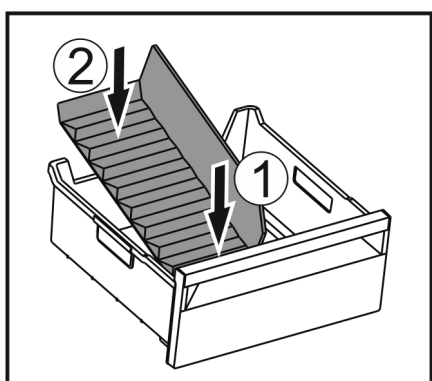

Fig. 210
- Vložte přední část přepážky přihrádky na led. Fig. 210 (1)
- Zadní část přepážky přihrádky na led spusťte až na dno zásuvky. Fig. 210 (2)